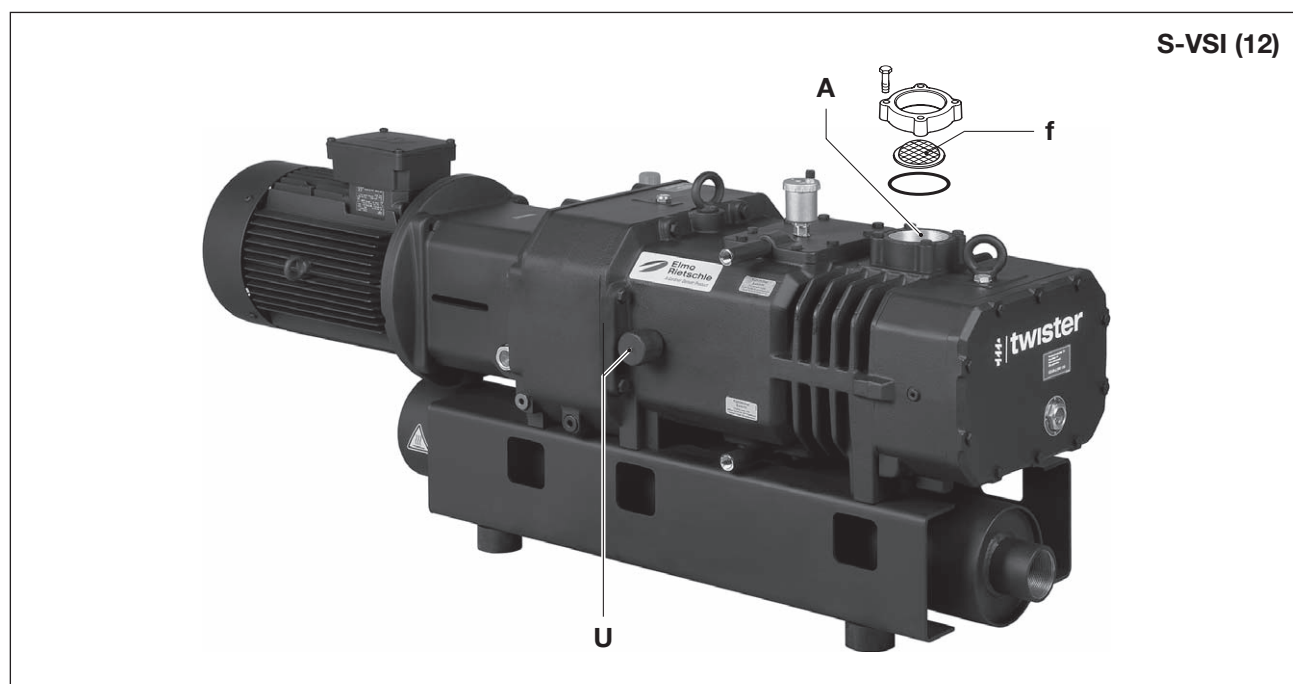

Fig. 9 Filtraggio dell'aria
Il filtro a rete (Fig. 9/A) montato nel collegamento del vuoto a seconda del grado di inquinamento del mezzo aspirato deve essere pulito più o meno frequentemente lavandolo ossia soffiandolo o essere sostituito.
Le pompe S-VSI (12) funzionano con una valvola zavorra gas (Fig. 9/U).